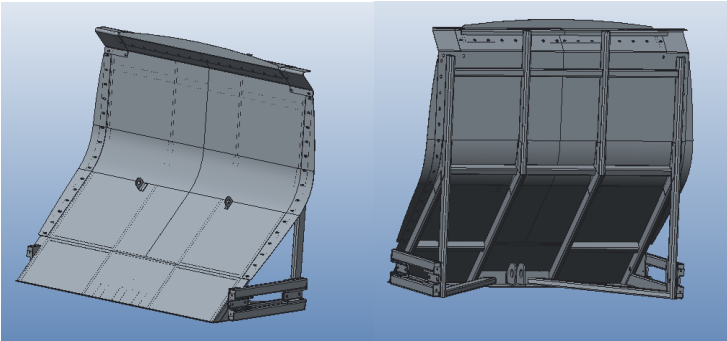

Рисунок 4.3.1 – Плита выталкивающая
4.3 Плита выталкивающая (Рисунок 4.3.1)